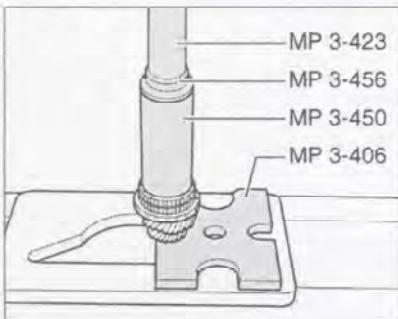

Рис. 7.87. Установка ступицы и скользящей муфты синхронизатора 3-й/4-й передач.
17. Напрессуйте ступицу синхронизатора 3-й/4-й передач на вал с помощью специального инструмента (рис. 7.87). Более высокий буртик ступицы должен быть обращен в сторону шестерни 3-й передачи.